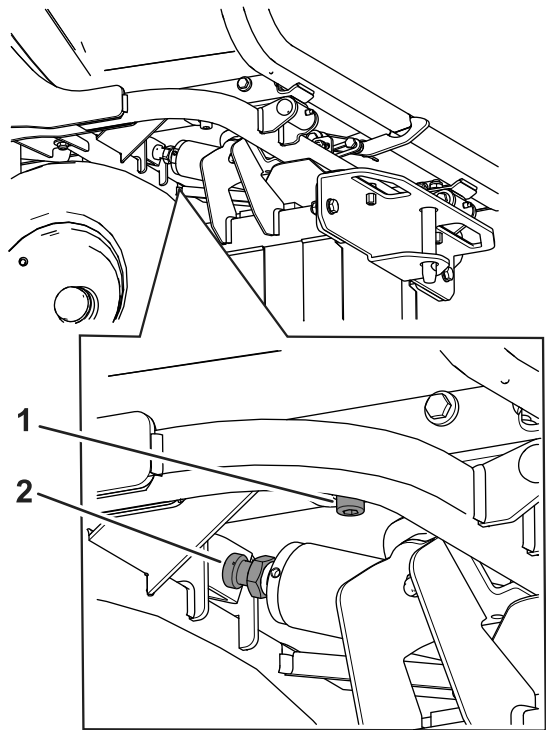

Figure 108
2. Pour que la trémie bouge comme souhaité, desserrez l'écrou de sécurité en haut de la tige de vérin hydraulique (Figure 108).